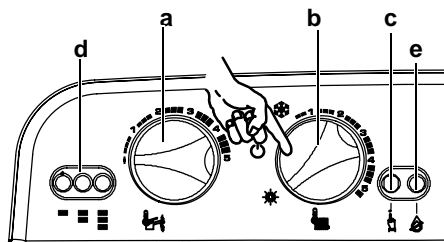

Fig. 9.11 Tablero de mandos
- 1 Dar alimentación eléctrica a la caldera accionando el interruptor bipolar previsto en la instalación; la luz de señalación **d** de la **Fig. 9.11** parpadeará cada 4 segundos.
- 4 Mantener pulsado el botón de restablecimiento **c** de la **Fig. 9.11** durante 10 segundos, aproximadamente, hasta que el indicador luminoso de bloqueo **e** comience a parpadear
5 Para calibrar la función *deshollinamiento*, los indicadores luminosos de señalación **d** de la **Fig. 9.11** deben mostrarse como en la **Fig. 9.12**
6 Mantener pulsado de nuevo el botón de restablecimiento **c** de **Fig. 9.11** durante aproximadamente 5 segundos, el indicador luminoso de paro **e** se apaga, mientras que los indicadores luminosos **d** parpadean como para la solicitud de potencia de calefacción **Fig. 9.13**